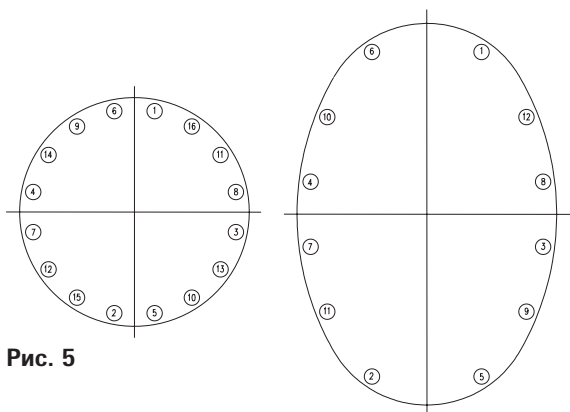

Рис. 5
5. Затягивайте болты в последовательности, указанной на Рис. 5, применяя для первого оборота значения момента примерно 1/3 значения максимального момента, указанного в таблице I. Для лучшей герметизации соединения, подтяните болты еще раз после опрессовки оборудования.